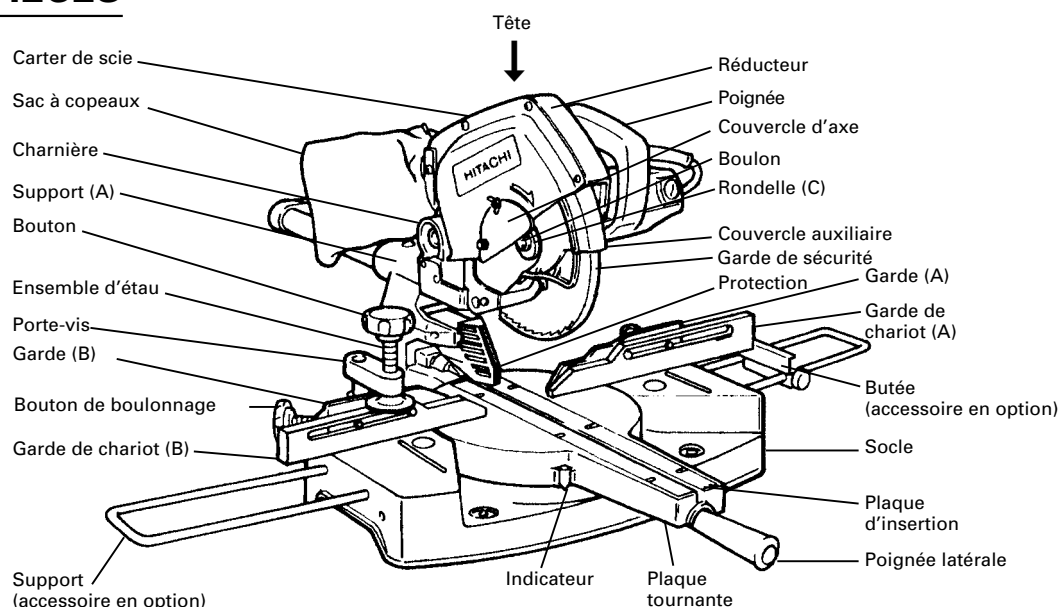
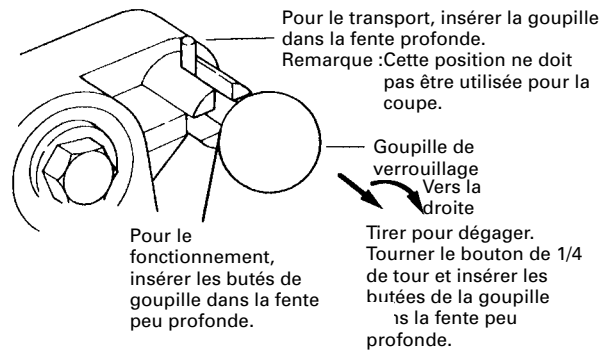

Fig. 1
Fig. 6-b
Quand l'outil électrique quitte nos usines, ses pièces principales sont fixées à l'aide d'une goupille de verrouillage. Déplacer légèrement la poignée (voir Fig. 1) de façon à dégager la goupille de verrouillage et la régler comme indiqué sur la Fig. 6-b.
REMARQUE: La goupille de verrouillage se dégagera plus facilement et plus sûrement si l'on abaisse légèrement la poignée (voir Fig. 1).
Fixer le sac à copeaux, le support, la butée et l'ensemble d'étau, la garde de chariot (A) et la garde de chariot (B) comme indiqué sur la Fig. 1.